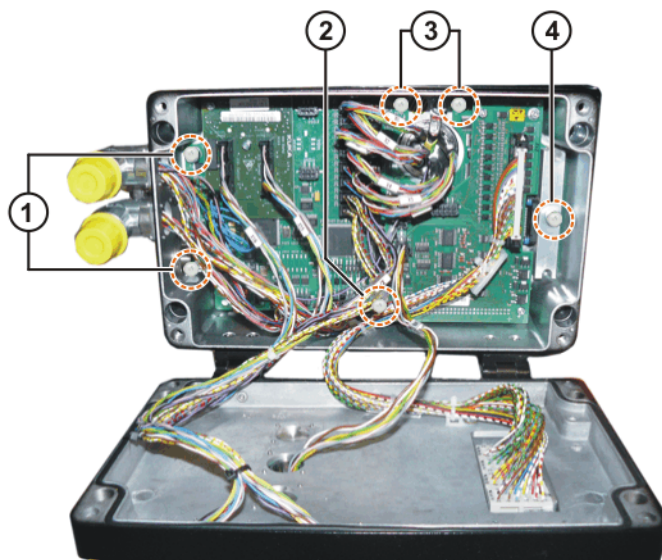

图 11-14: 更换 SafeRDW 电路板
4. 松开并取下 SafeRDW 电路板上的 6 个固定螺丝。(>>>> 图 11-14)
6. 装入新的 SafeRDW 电路板并固定。(>>>> 图 11-14)